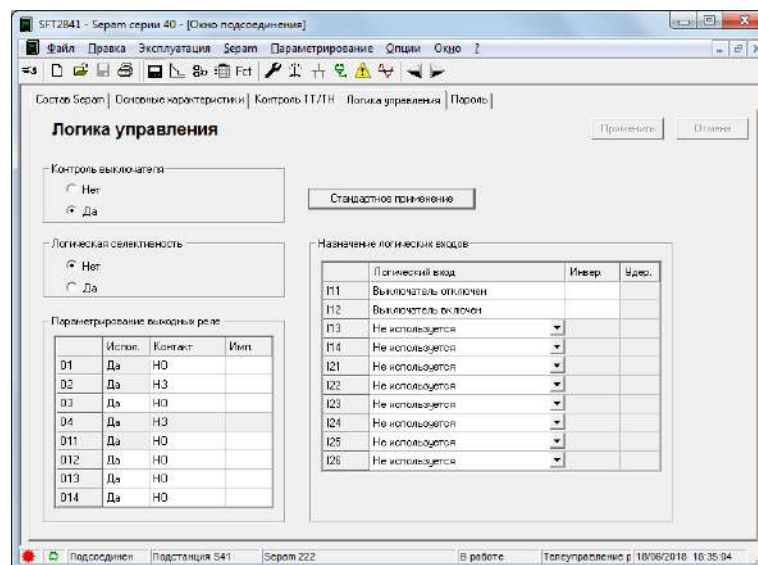

Рисунок 2.7 – Окно «Логика управления»
9. На вкладке «Логика управления» (рис. 2.7) в поле параметрирования выходных реле установить «O12» Испол. – да.